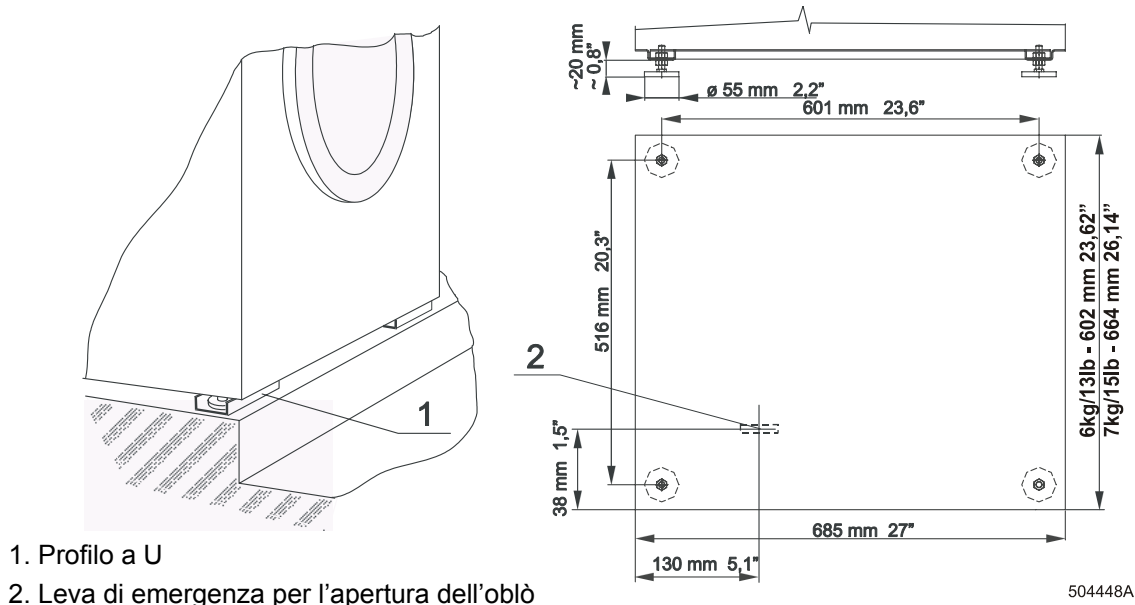

Fig. 4.3. Telaio inferiore della macchina
**SE LA MACCHINA È STATA INSTALLATA SU UNA BASE RIALZATA PER AGEVOLARNE L'USO, I PIEDINI ANTERIORI DOVRANNO ESSERE BEN FISSATI IN MODO DA GARANTIRNE LA SICUREZZA (VEDI FIG. 4.3.).**
Non dimenticare di lasciare lo spazio per accedere alla leva di emergenza per l'apertura dell'oblò (fig. 4.3. numero 2), situata nella parte anteriore, in basso a sinistra, della macchina.